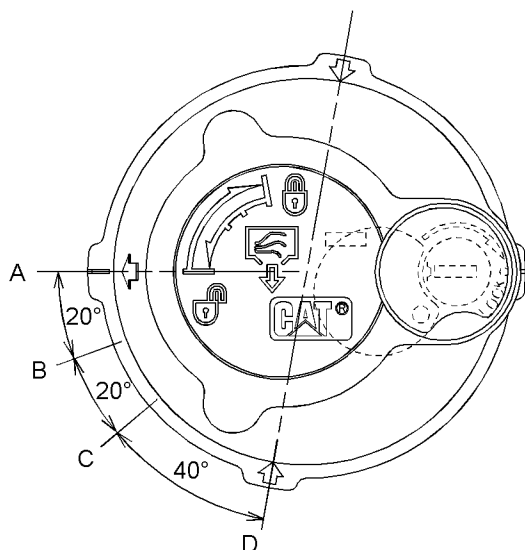

Fig. 413
- (A) Stillingen LÅS
- (B) Stillingen TRYKAFLASTNING - START
- (C) Stillingen TRYKAFLASTNING - SLUT
- (D) Stillingen ÅBN
6. Aflast det tryk, der kan findes i returhydraulikkredsløbet, ved hjælp af følgende procedure. Se fig. 413 for at få vist påfyldningsdækslets positioner.
- a. Drej påfyldningsdækslet i retning mod uret, uden at trykke ned på dækslet, og flyt pilen fra stilling (A) til stilling (B).
- b. Aflast trykket i mindst 45 sekunder ved at flytte pilen fra position (B) til position (C).
- c. Tryk ned på midten af påfyldningsdækslet. Flyt pilen fra stilling (C) til stilling (D) uden at vippe påfyldningsdækslet.
- e. Spænd påfyldningsdækslet fast på hydrauliktanken til position (A).